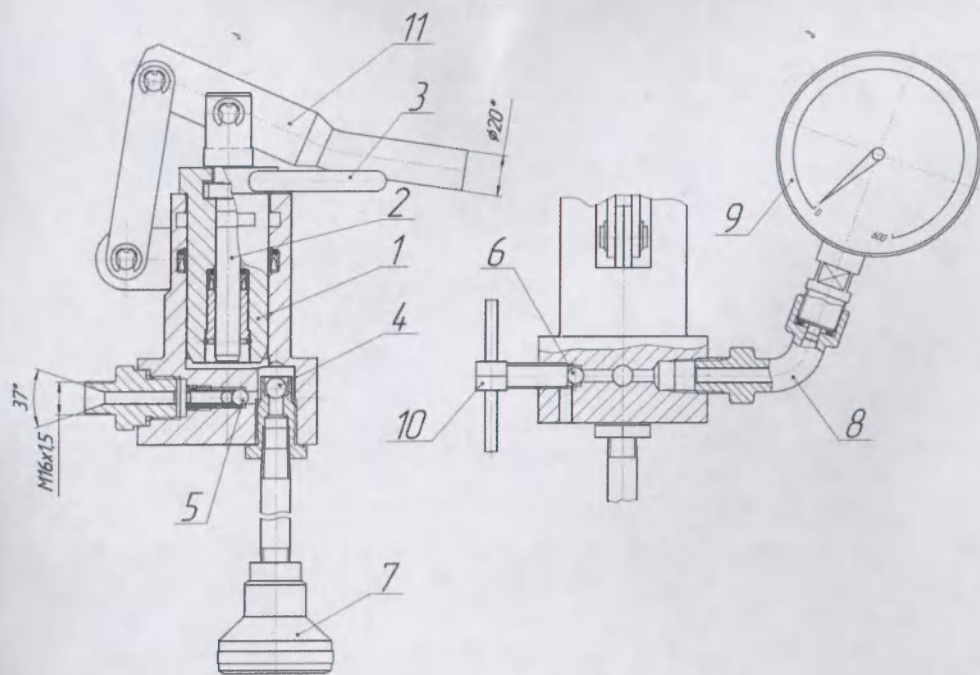

Рис.2
Насос установки (Рис.2) 2-х плунжерный, плунжер 1 - низкого давления, плунжер 2 – высокого давления, причём плунжер высокого давления расположен внутри плунжера низкого давления. Плунжеры между собой могут фиксироваться, в свою очередь плунжер низкого давления может фиксироваться в корпусе насоса. Это обеспечивается наличием соответствующих пазов и выступов. При работе насоса на низкой ступени (давление до  $40 \text{ кгс/см}^2$ ) оба плунжера сцеплены и перемещаются вместе, при работе насоса на высокой ступени (давление свыше  $40 \text{ кгс/см}^2$ ) перемещается только плунжер высокого давления, а плунжер низкого давления зафиксирован в корпусе. Переключение с низкой ступени на высокую и наоборот производится только в нижнем положении плунжера низкого давления путём поворота рукоятки 3 на  $90^\circ$ . Внутри насоса имеются всасывающий клапан 4, нагнетательный клапан 5 и клапан сброса давления 6. Всасывание рабочей жидкости
5.1.4. Установить манометр, предварительно вложив в штуцер 8 (см. Рис.2) медную прокладку.